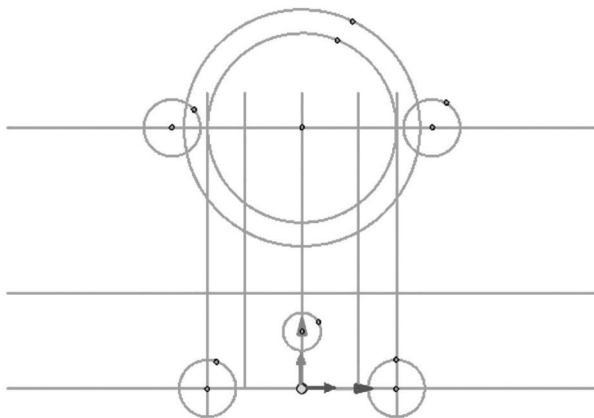

图 1-2-10 轮廓线
(8) 单击“偏移曲线”→“当前命令：单根”按钮，设置“长度：24”，拾取步骤(2)的垂直线，设置偏移方向分别为 X 正向和 X 负向，结果如图 1-2-10 所示。